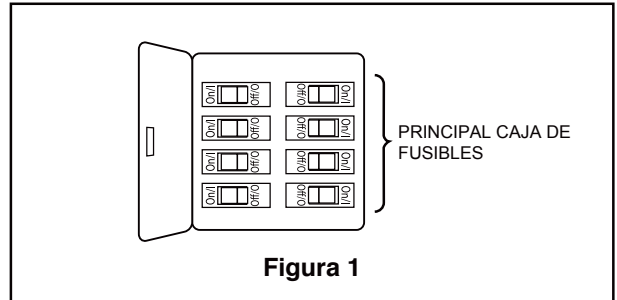

Figura 1
### Uso de perfil bajo (Figura 1)
1. Extraiga la pieza de la bola colgante de la unidad de la bola colgante / varilla aflojando el tornillo de presión de la bola colgante hasta que la bola se libere de la varilla. Retire el pasador del barral y luego extraiga la semiesfera. Conserve el pasador y la semiesfera para su reinstalación en el Paso 6 (Figura 1).
Para evitar una posible descarga eléctrica, asegúrese de cortar la alimentación eléctrica de la caja de fusibles principal antes de colgar el ventilador. (Figura 1)
Para evitar una posible descarga eléctrica, asegúrese de cortar la alimentación eléctrica de la caja de fusibles principal antes de alambrado el ventilador. (Figura 1)